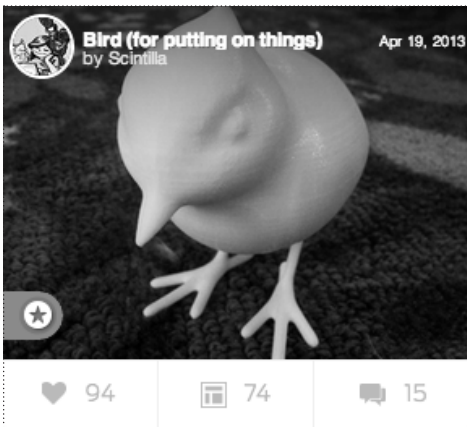

Рис. 10.7
3. На странице результатов поиска найдите модель Bird (for putting on things). Нажмите на ссылку в заголовке [Рис. 10.7].